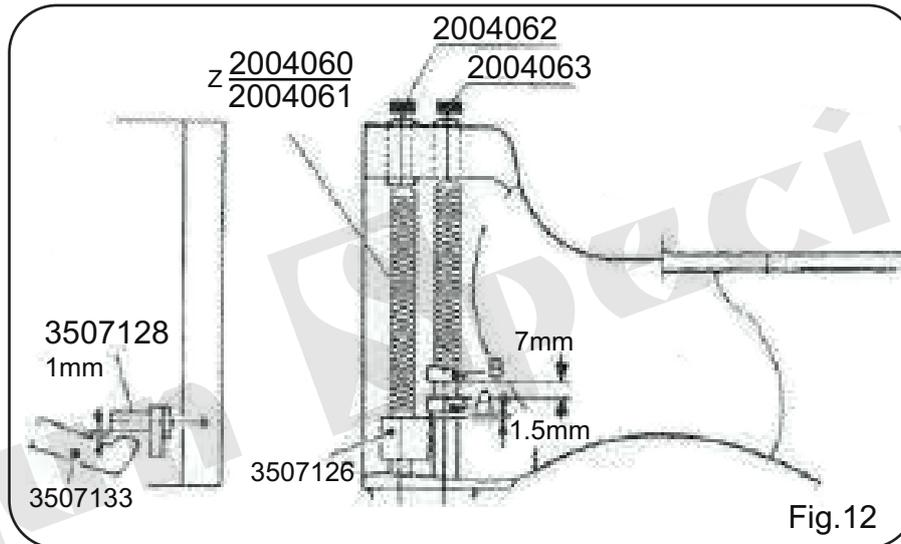

Fig.12
1. Ajustar a barra do calcador (3.507.126), de modo que a folga entre a alavanca de pressão do levantador (3.507.133) e o pino do levantador (3.507.128) seja de 1 mm, conforme mostrado Fig12.